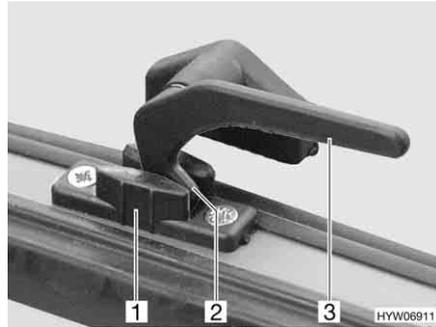

Bild 71 Verriegelungshebel in Stellung "Dauerbelüftung"
- in Stellung "Dauerbelüftung" (Bild 71)
- Alle Verriegelungshebel (Bild 71,3) eine viertel Umdrehung zur Haubenummitte hin drehen.
- Alle Verriegelungshebel wieder zurückdrehen. Die Verriegelungsnase (Bild 71,2) dabei in die Aussparung der Haubenverriegelung (Bild 71,1) einfahren.